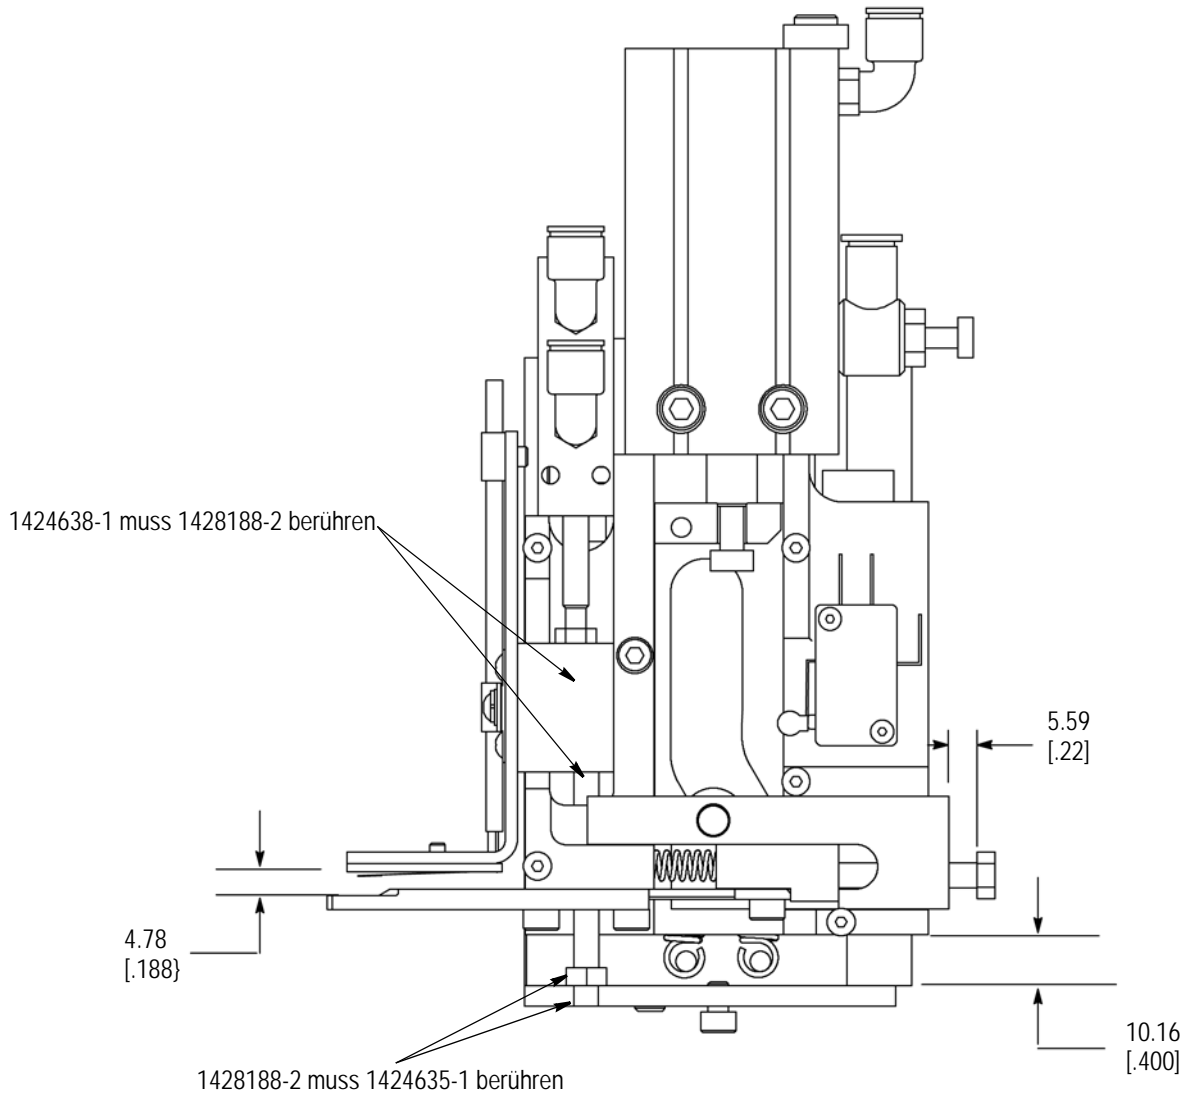

Abbildung 18
5. Die Abisolierlängenschraube (Abbildung 14) nach rechts drehen, bis der Hauptblock 10,16 mm [0,400 Zoll] von der Anschlagplatte des Abisoliernockens entfernt ist. Siehe Abbildung 18.